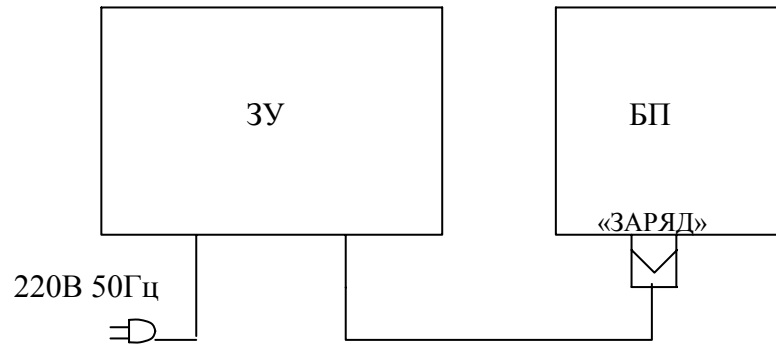

Рис. 5. Схема подключения зарядного устройства.
1) подключить блоки в соответствии со схемой, изображённой на рис. 5.